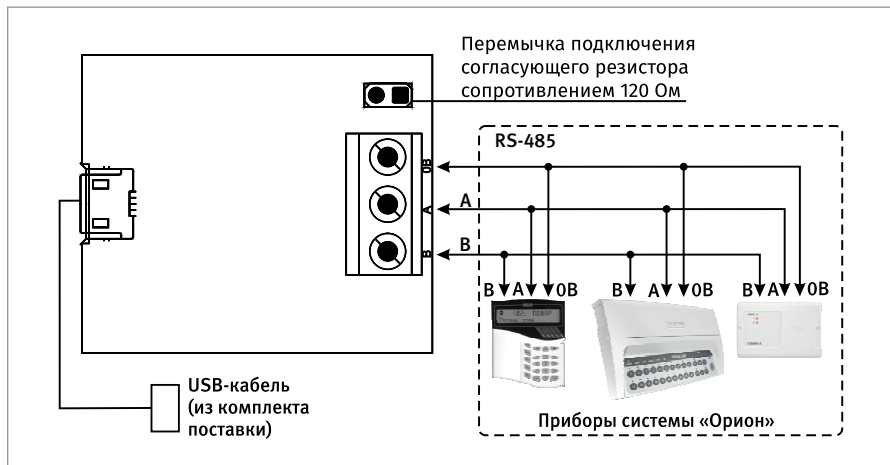

Рисунок 5. Схема внешних соединений «C2000-USB»
1.3. Подключите преобразователь в соответствии с проектной документацией и схемой на Рисунок 5.